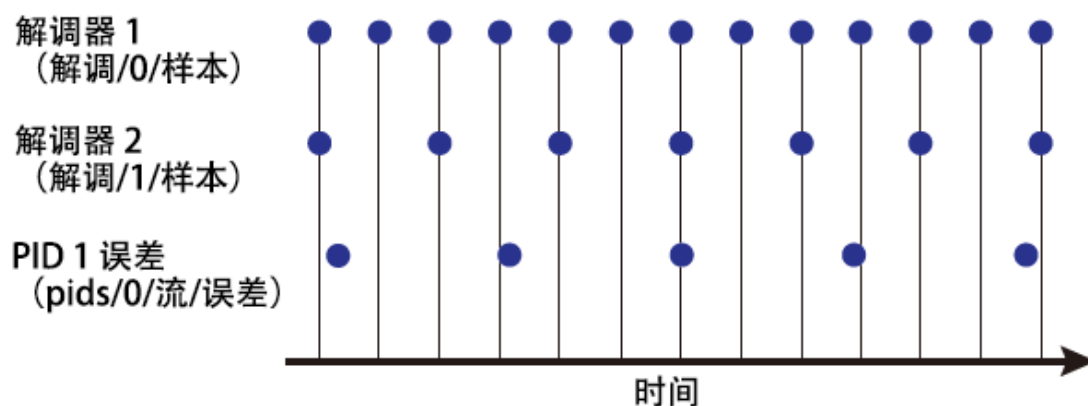

图 4.25.来自不同来源的样本配置为不同的速率：解调器 1 为  $2N$  kSa/s、解调器 2 为  $N$  kSa/s，PID Error 1 为  $M$  kSa/s（ $N$  不能被  $M$  整除）。虽然每个数据流由时间上等间隔的样本组成，但由于采样率不同，来自不同数据流的样本时间戳不一定一致。
**Grid（网格）**子选项卡提供成像功能，可捕获和显示组织在由行和列组成的帧中的二维数据集。默认情况下，行数为 1，这意味着 Data Acquisition（数据采集）工具的操作类似于示波器。Rows（行数）设置大于 1 时，每个新捕获的数据截图都会分配给一行，直到达到行数且帧完成。完整帧完成后，根据所选的 Operation and Repetitions（操作和重复）设置，执行新数据替换旧数据或执行求平均值的操作。在水平轴上，截图的 Duration（持续时间）被划分为由 Columns（列）设置指定的多个样本。Mode（模式）设置提供对流传输数据进行后处理以进行插值、重采样和与触发事件对齐的功能。这适用于从多个来源捕获数据，例如解调器和 PID 控制器。如图 4.25 所示，在这种情况下，流传输数据默认不会位于同一时间网格上。这可以通过将 Mode（模式）设置为 Linear（线性）或 Nearest（最接近）来更改。在这些模式下，来自多个来源的数据流将被上采样以匹配最快数据流的采样率和时间网格。这意味着保存后对数据进行处理变得更加方便，但请注意，实际数据流传输速率并没有提高，并且数据在时间分辨率上也没有增加。可以在 Display（显示）部分启用和控制数据的二维色度图像。显示具有可配置的缩放比例、范围和色度等功能。